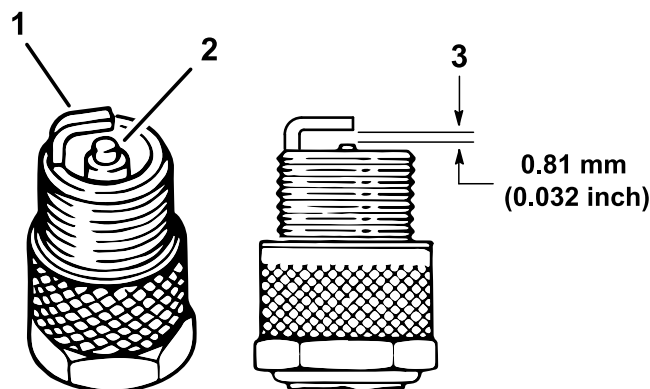

Figura 37
4. Compruebe el estado del electrodo lateral, el electrodo central y el aislamiento del electrodo central para verificar que no están dañados (Figura 37).
5. Ajuste la distancia entre los electrodos central y lateral a 0.81 mm (0.032"), como se muestra en la Figura 37.